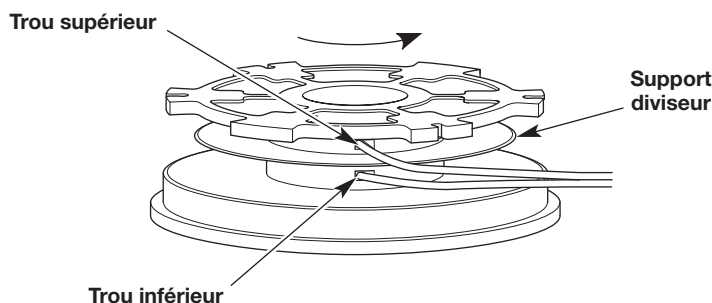

Fig. 15
2. En utilisant une extrémité fendue, insérez un fil dans le trou supérieur et l'autre dans le trou inférieur du moulinet (Fig. 15).